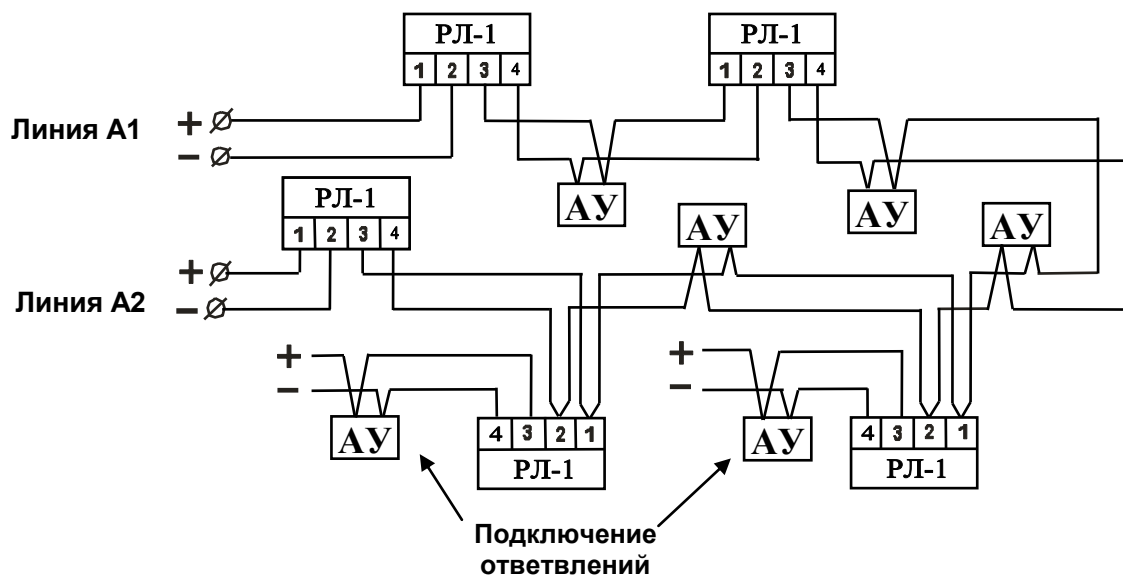

Рис.9. Защита информационной линии от короткого замыкания с помощью размыкателей линии.
6.2.3. Для подключения ответвлений, а также для локализации коротких замыканий в кольцевой информационной линии желательно использовать размыкатели линии РЛ-1 (рис.9). Размыкатели отключают короткозамкнутые участки линии и автоматически восстанавливают ее целостность при исчезновении короткого замыкания.